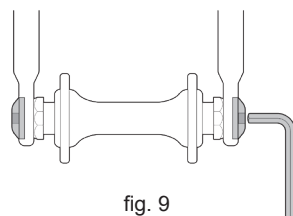
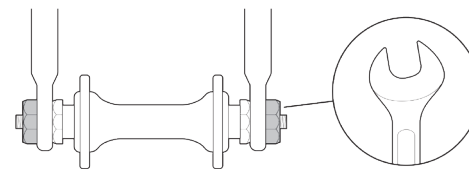

fig. 9
fig. 10
- Un eje hueco con un husillo que lo atraviesa el cual tiene una tuerca en un extremo y un adaptador para una llave hexagonal, palanca de bloqueo u otro dispositivo de apriete en el otro (perno pasante). (Fig. 9)
- Tuercas hexagonales o pernos de llave hexagonal que se enroscan sobre o en el eje del buje (rueda empernada). (Fig. 10)
3. Si su bicicleta tiene una retención de rueda delantera con perno pasante o empernada (fig. 9, fig. 10), afloje los elementos de fijación unas cuantas vueltas en el sentido contrario a las agujas del reloj con una llave adecuada, llave de bloqueo o la palanca integrada. Posteriormente vaya al paso (4).
4. Si su horquilla delantera tiene un mecanismo de retención secundario de tipo clip, desengánchelo y vaya al paso (5). Si su horquilla delantera tiene un mecanismo de retención